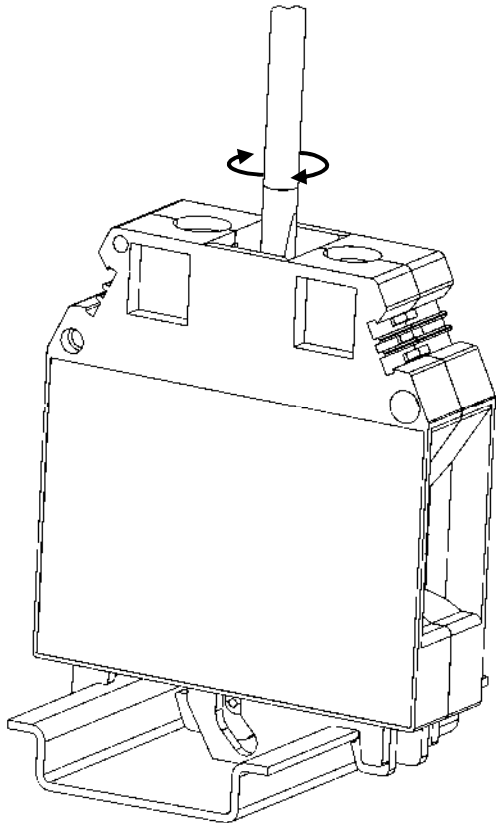

Рисунок 13 – фиксация клеммы с крепежным винтом на монтажной рейке
- Закручивая винт отверткой по часовой стрелке, затяните винт до момента фиксации клеммы на монтажной рейке с соблюдением рекомендованного момента затяжки (рис. 13);